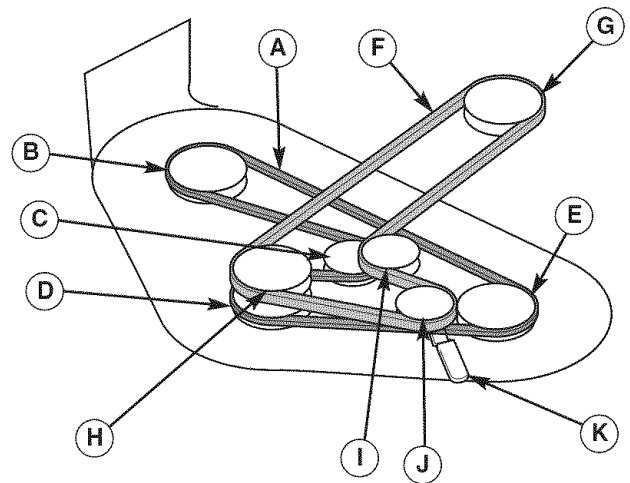

Figura 42. Disposición de Banda de PTO
2. Use el brazo de la polea tensora (K, Figura 42) para liberar la tensión en la banda y quitar la banda de tracción de la podadora (F) de la polea de PTO (G).
4. Instale la banda nueva (F) como se muestra en la Figura 42.
Póngase en contacto con un Centro de Partes y Reparaciones de Sears respecto a un reemplazo de la banda de tracción del árbol de sujeción (A, Figura 42).